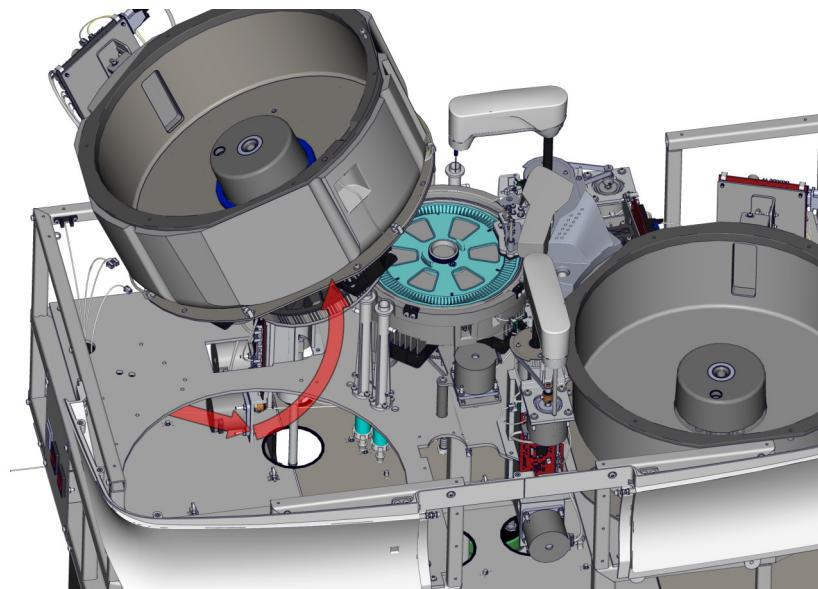

Ilustración 8.8      Movimientos a realizar para sacar el rotor del analizador
6. Quite el conjunto rotor, siga los movimientos indicados en la Ilustración 8.8 para sacar el rotor del analizador.